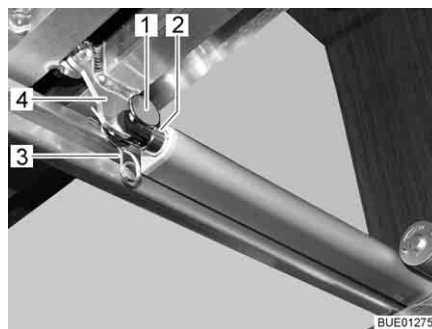

Fig. 116 Entraînement
- Désolidariser la jonction (par ex. la broche et la goupille ressort (Fig. 116,1 et 3)) entre la tige de poussée (Fig. 116,2) et le sommier à lattes (Fig. 116,4).